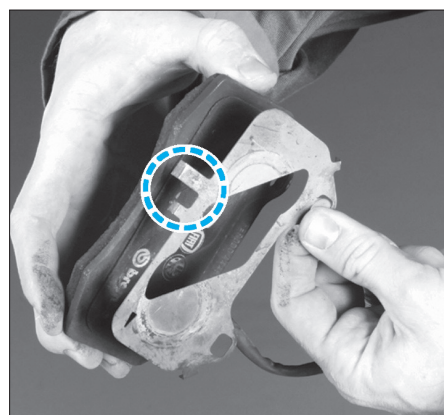

Fig. 2
- Positionner correctement les nouvelles lamelles sur le dos des plaquettes. Les lamelles sont positionnées correctement lorsque les deux languettes reposent solidement sur le bord supérieur du support des plaquettes (Fig.2).